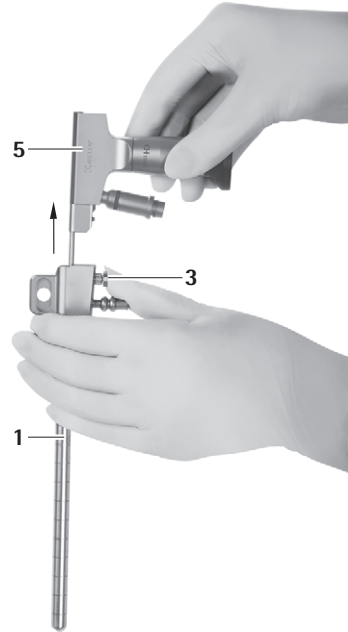

Fig. 8
- Tryck på upplåsingsknappen 3 och dra ut endoskopet 5 ur MINOP InVent-troakaren 1, se Fig. 8.